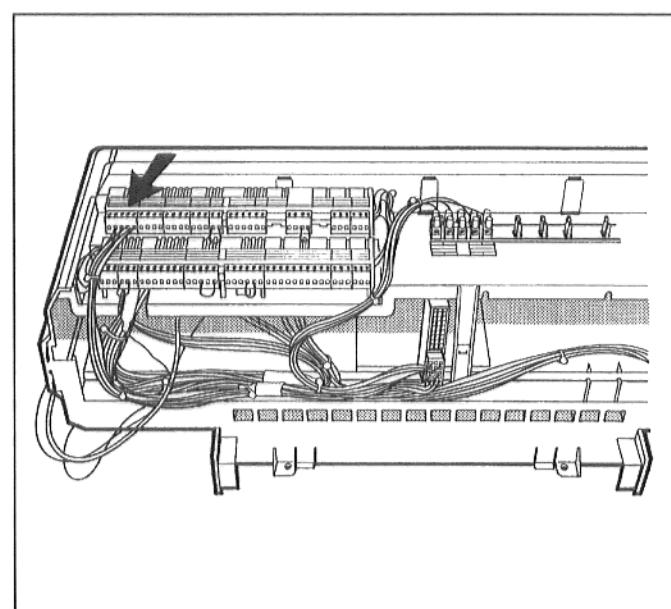

Рис. 6: Вставить штекер
- Отсоединить, при помощи отвертки, ложный штепсель с мостом и вставит цветной штекер модуля 065 (рис. 6). См. электросхему!